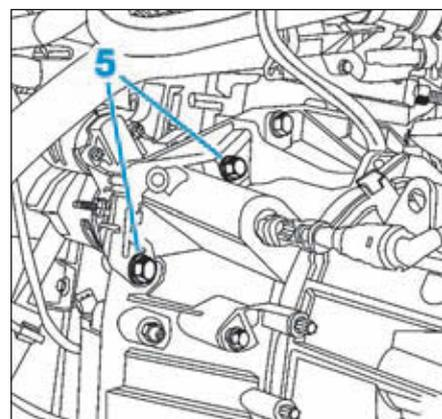

FIG.14
- les vis (5) du démarreur (Fig.14),